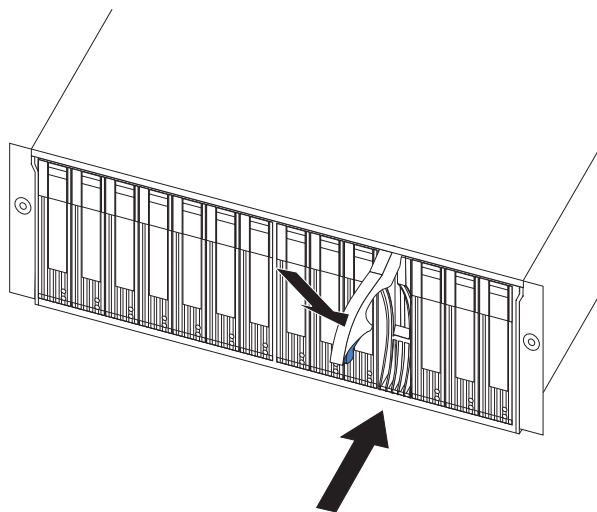

Abbildung 39. Griff am Einbaurahmen des Hot-Swap-Festplattenlaufwerks schließen
- b. Drücken Sie den Griff am Einbaurahmen nach unten in die geschlossene (verriegelte) Position, wie in Abb. 39 dargestellt.